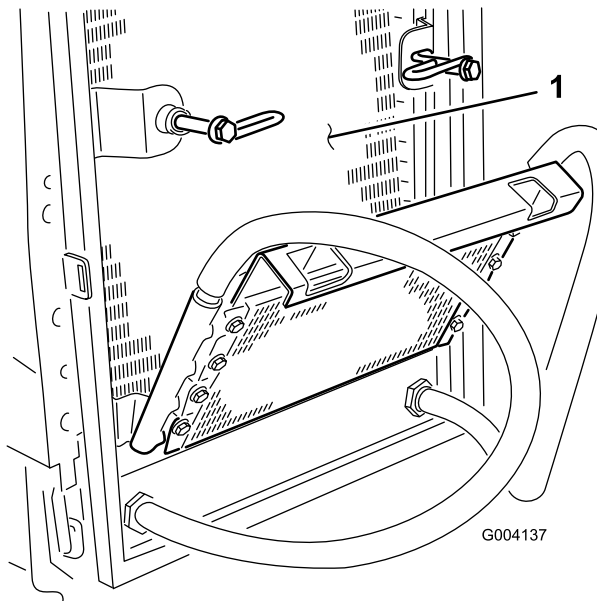

Figura 67
6. Pulite accuratamente entrambi i lati del radiatore dell'olio e del radiatore utilizzando aria compressa (Figura 67).